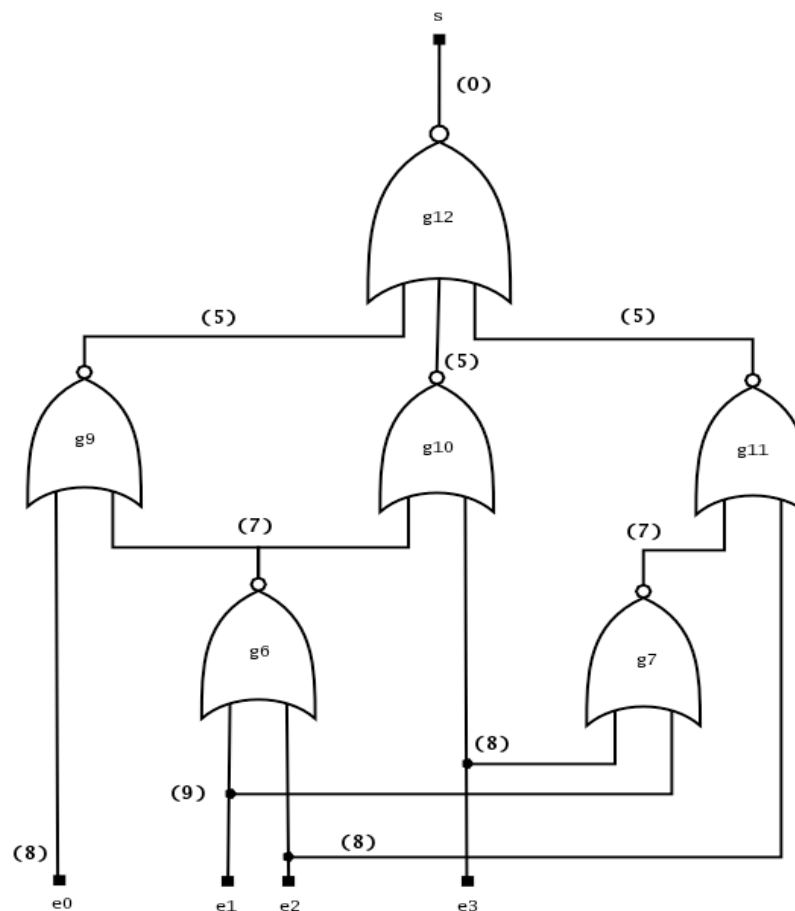

Figure 2: circuit posant un problème d'observabilité
Nous allons travailler sur le circuit représenté en figure 2. Les chiffres entre parenthèses sur les lignes du circuit représentent la valeur de l'observabilité selon la technique d'analyse de testabilité **SCOAP**. Plus cette valeur est élevée plus l'observabilité de la ligne est difficile.
- En utilisant les résultats de TetraMAX et le schéma de la figure 2 modifier votre circuit pour améliorer sa testabilité (plusieurs solutions possibles). Quelle solution adoptez vous et pourquoi ?